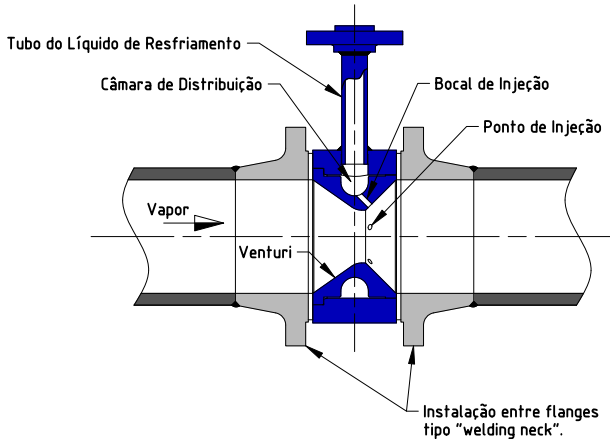

Figura 1 - Dessuperaquecedor Série DAC
3.1 PRINCÍPIO DE FUNCIONAMENTO (FIGURA 1)